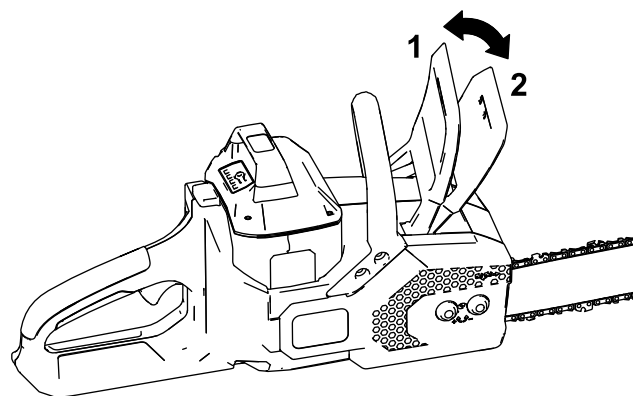

Figura 10
6. Asegúrese de que el freno de la cadena esté en la posición de **MARCHA** (**Figura 10**).
Cuando no vaya a utilizar la sierra o cuando la transporte desde o hacia el área de trabajo, mueva el freno de la cadena a la posición de **PARADA** (**Figura 10**) y retire la batería.